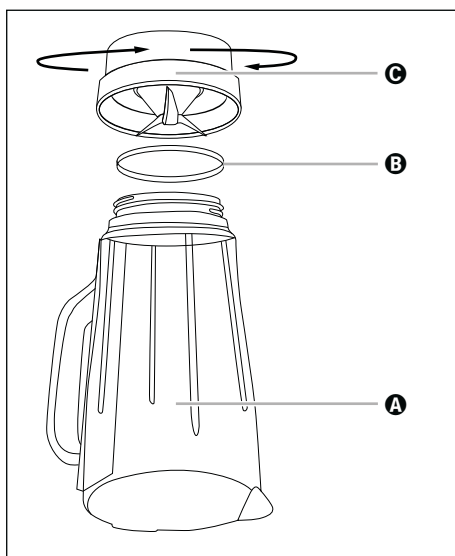

Fig. 4
- 2) Collocare l'apparecchio sulla testa e ruotare la parte di plastica **C** dell'inserto mixer **3** in senso antiorario in modo tale che la si possa staccare dalla parte di vetro **A** dell'inserto mixer **3** (vedere Fig. 4).